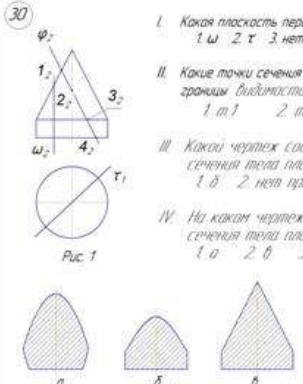

Рис. 2
2. На каком чертеже для заданных линий проекции заданы натуральные величины? (рис. 2)